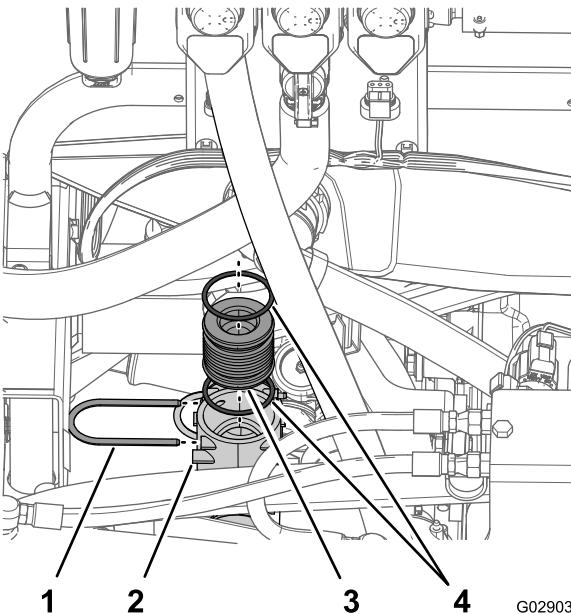

Figure 38
1. Placez les 2 grands joints toriques dans les rainures à chaque bout du raccord à emboîtement (Figure 38)